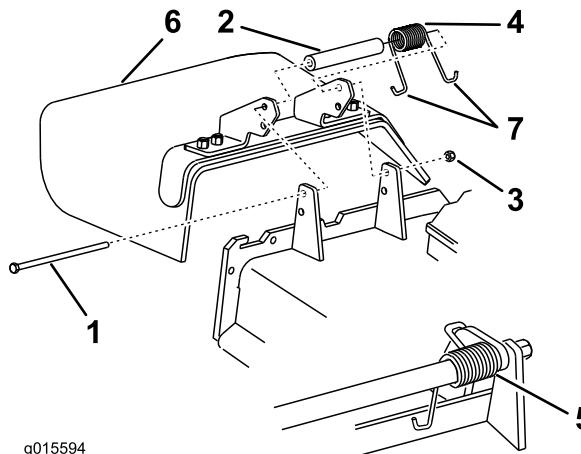

Figura 100
- Nota:** Asegúrese de colocar un extremo en J del muelle detrás del reborde de la carcasa antes de instalar el perno, según se muestra en Figura 100.
3. Instale el perno y la tuerca. Coloque un extremo en J del muelle alrededor del deflector de hierba (Figura 100).
1. Retire la contratuerca, el perno, el muelle y el espaciador que sujetan el deflector a los soportes de pivotе (Figura 100). Retire el deflector de hierba dañado o desgastado.